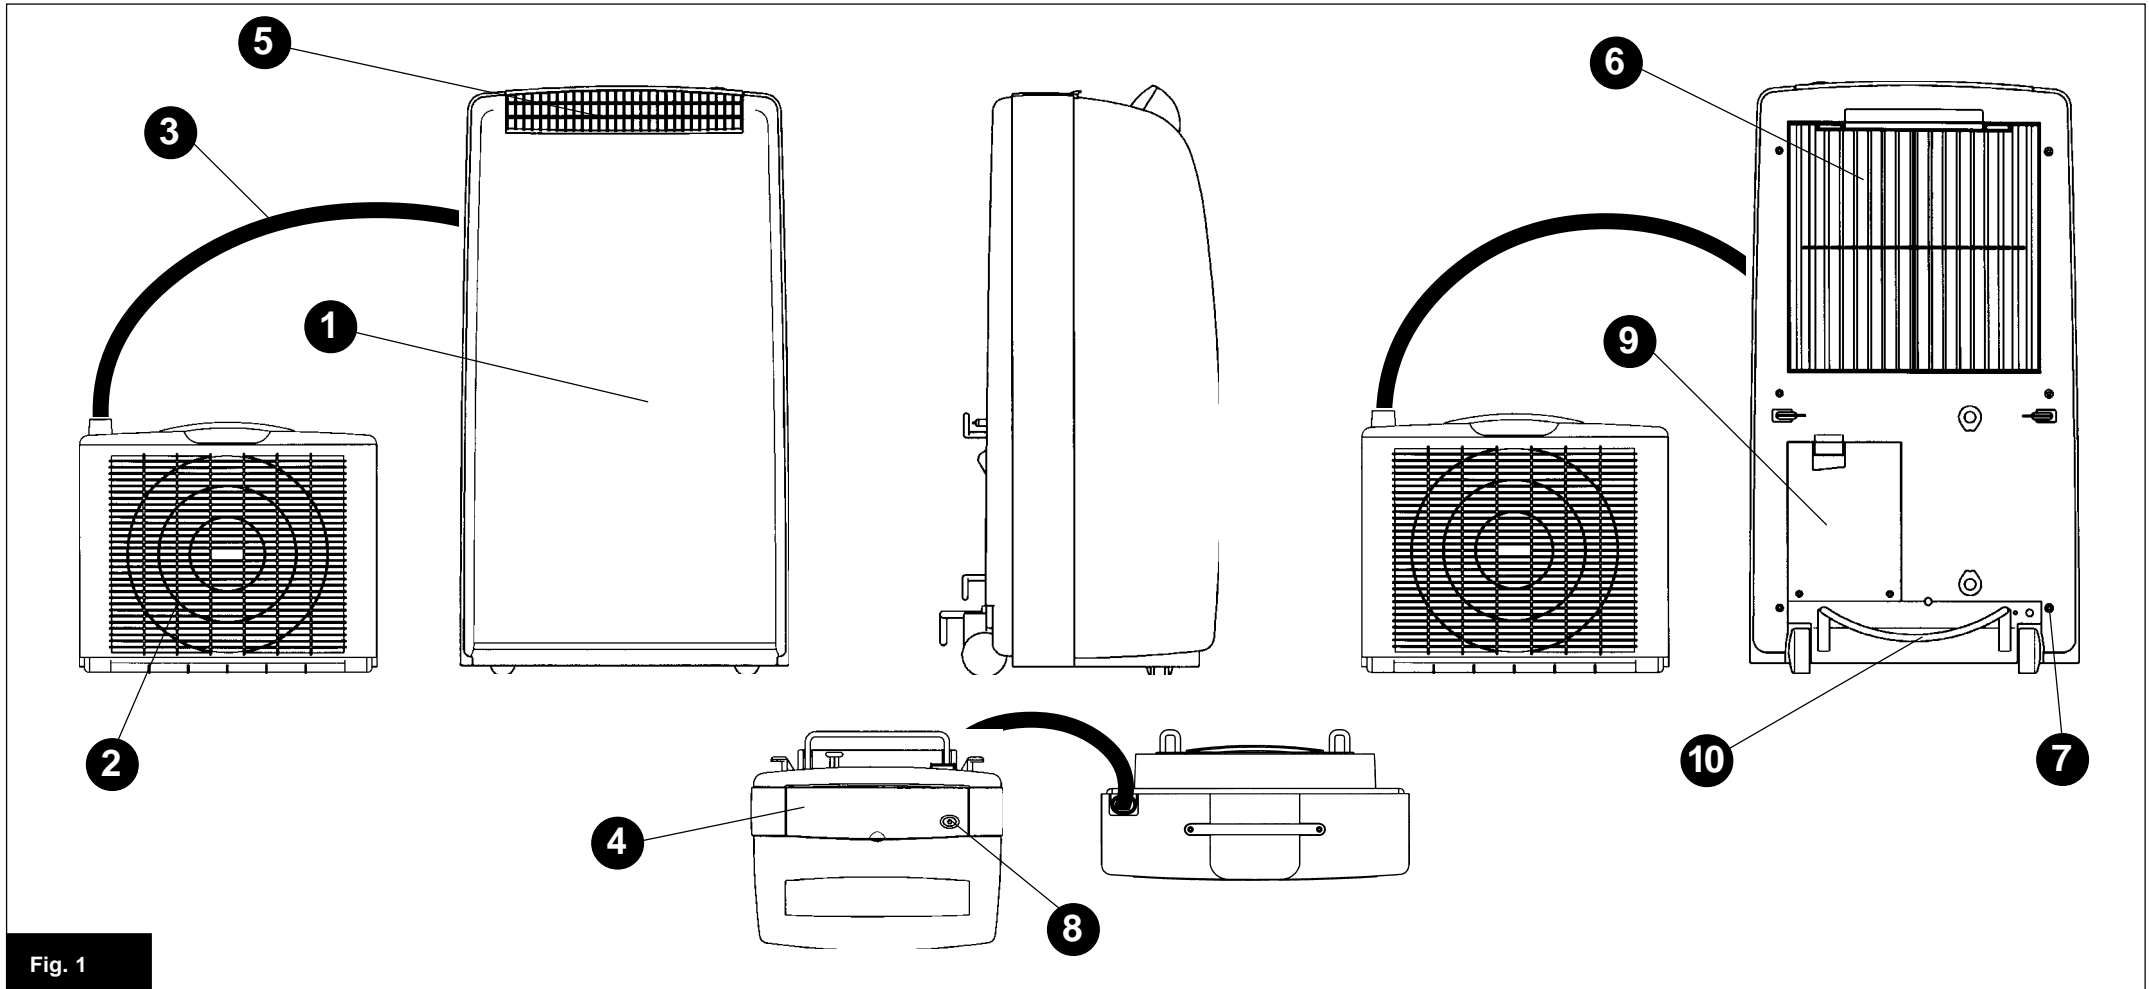

Fig. 1
IDENTIFICAZIONE DELLE PARTI (Fig. 1)
NAME OF THE PARTS (Fig. 1)
BAUKOMPONENTEN (Abb. 1)
IDENTIFICACION DE LAS PARTES (Fig. 1)
IDENTIFICATIE VAN DE ONDERDELEN (fig. 1)
- Assicuratevi che tende o altri oggetti non ostruiscano il filtro di aspirazione (fig. 1 - 6) posto sullo schienale.
- Se il climatizzatore, nonostante sia normalmente alimentato, si arresta completamente, prima di rivolgervi a un Centro di assistenza, provate a drenare l'acqua togliendo il tappo di svuotamento della condensa (fig. 1 - 7). Se l'inconveniente si ripete rivolgetevi a un Centro di assistenza.
- Vous assurer que le filtre d'aspiration (Fig. 1 - 6) se trouvant à l'arrière ne soit pas bouché par des rideaux ni pas des objets quelconques.
- Dans le cas où le climatiseur s'arrêterait complètement bien que son alimentation soit correcte, éliminer la condensation en enlevant le bouchon de vidange (Fig. 1 - 7) avant de vous adresser au SAV. Si l'inconvénient se répète, vous adresser au SAV.
- Check that the suction filter (fig. 1 - 6) on the back is not obstructed by curtains or other objects.
- If the air conditioner is connected correctly to the mains but stops completely, remove the condensation drainage plug (fig. 1 - 7) to drain any water before calling the Service Center. If the problem persists, call the Service Center.
- Achten Sie darauf, daß weder Vorhänge noch andere Gegenstände den Saugfilter an der Rückseite (Abb. 1 - 6) verdecken.
- Sollte sich das Gerät trotz Stromversorgung ausschalten, leeren Sie vorerst das Kondenswasser, indem Sie den Stöpsel abnehmen (Abb. 1 - 7). Bleibt dieser Versuch ohne positives Ergebnis, muß der technische Kundendienst gerufen werden.
- Asegurarse que cortinas u otros objetos no obstruyan el filtro de aspiración (fig. 1 - 6) situado en la parte trasera.